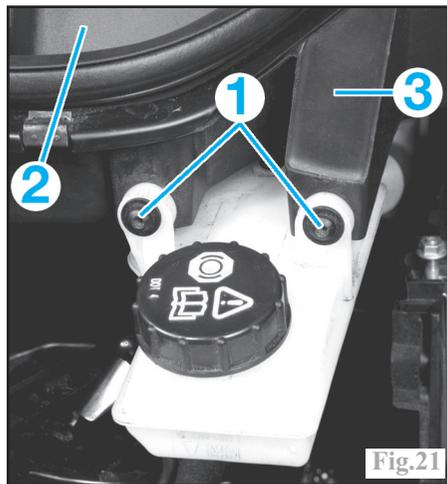

Fig.21
- les vis de fixation (1) du réservoir de liquide de freins du compartiment d'avant (Fig.21).
-la grille d'auvent (2) et le compartiment (3) (voir opération concernée au chapitre "Carrosserie").